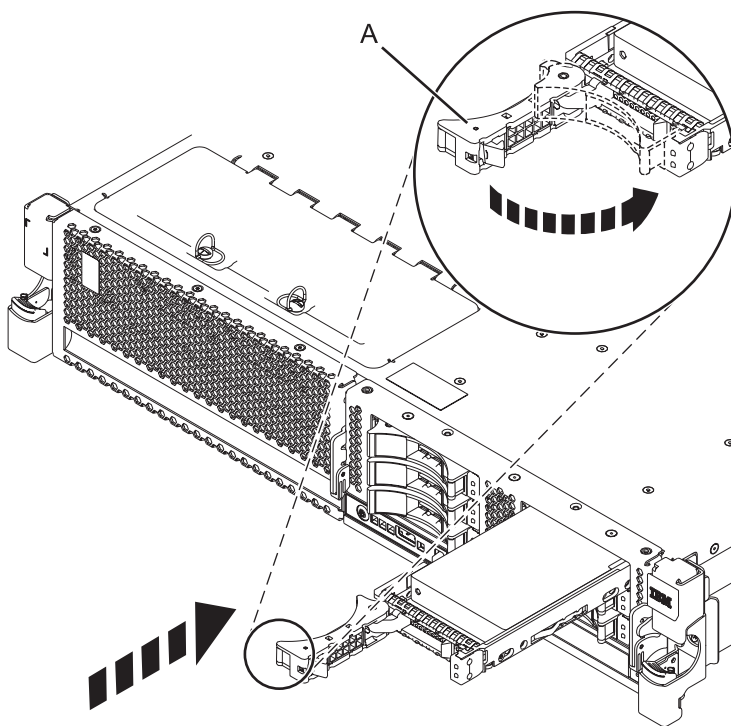

Figura 2. Instalación de una unidad de disco en el sistema
6. Cuando parpadee el LED de identificación, deslice la unidad hasta el fondo del sistema o de una unidad de expansión y empuje hacia adentro el asa de la unidad (A) hasta que quede encajada, como se muestra en Figura 2.